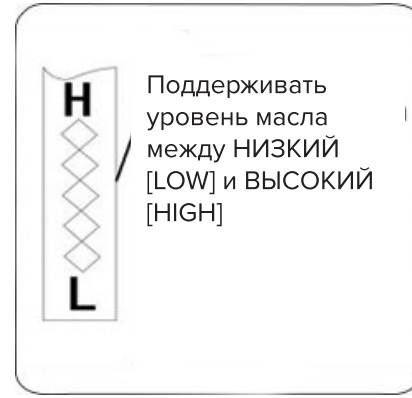

Рисунок 35
4. Отвинтить и снять крышку маслозаливной горловины. Проверить уровень масла. Если уровень масла на щупе ниже отметки НИЗКИЙ [LOW], медленно долить масло до уровня ВЫСОКИЙ [HIGH] (см. рис. 35).